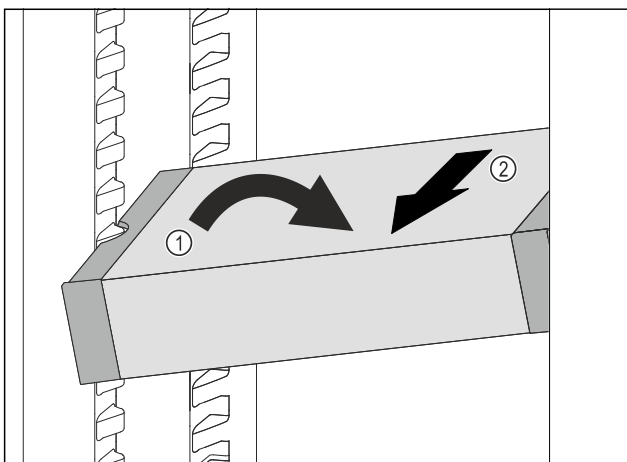

Fig. 109
- ▶ VarioSafe in het koelgedeelte schuin zetten. Fig. 109 (1)
- ▶ VarioSafe naar voren toe verwijderen. Fig. 109 (2)